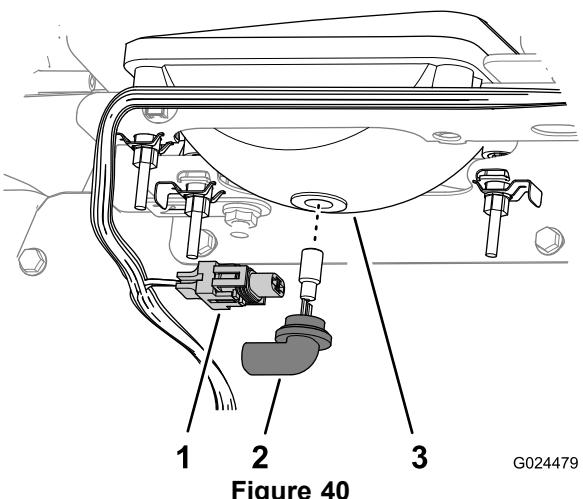

Figure 40
3. Débranchez le connecteur électrique du faisceau du connecteur de l'ensemble lampe situé au dos du boîtier du phare (Figure 40).
4. Tournez l'ensemble lampe de 1/4 de tour dans le sens antihoraire et tirez-le en arrière hors du boîtier (Figure 40).
5. Insérez l'ensemble lampe neuve dans le boîtier du phare et alignez les languettes de l'ensemble lampe sur les fentes du boîtier (Figure 40).
6. Fixez l'ensemble lampe en le tournant de 1/4 de tour dans le sens horaire (Figure 40).
7. Branchez le connecteur électrique de faisceau au connecteur de l'ensemble lampe neuve (Figure 40).